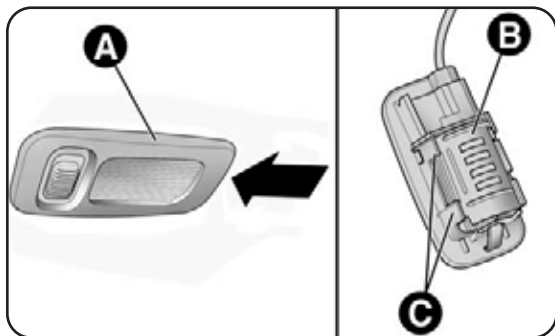

fig. 36
- abbassa l'aletta parasole ed estrai la plafoniera A-fig. 36 facendo leva nel punto indicato dalla freccia;